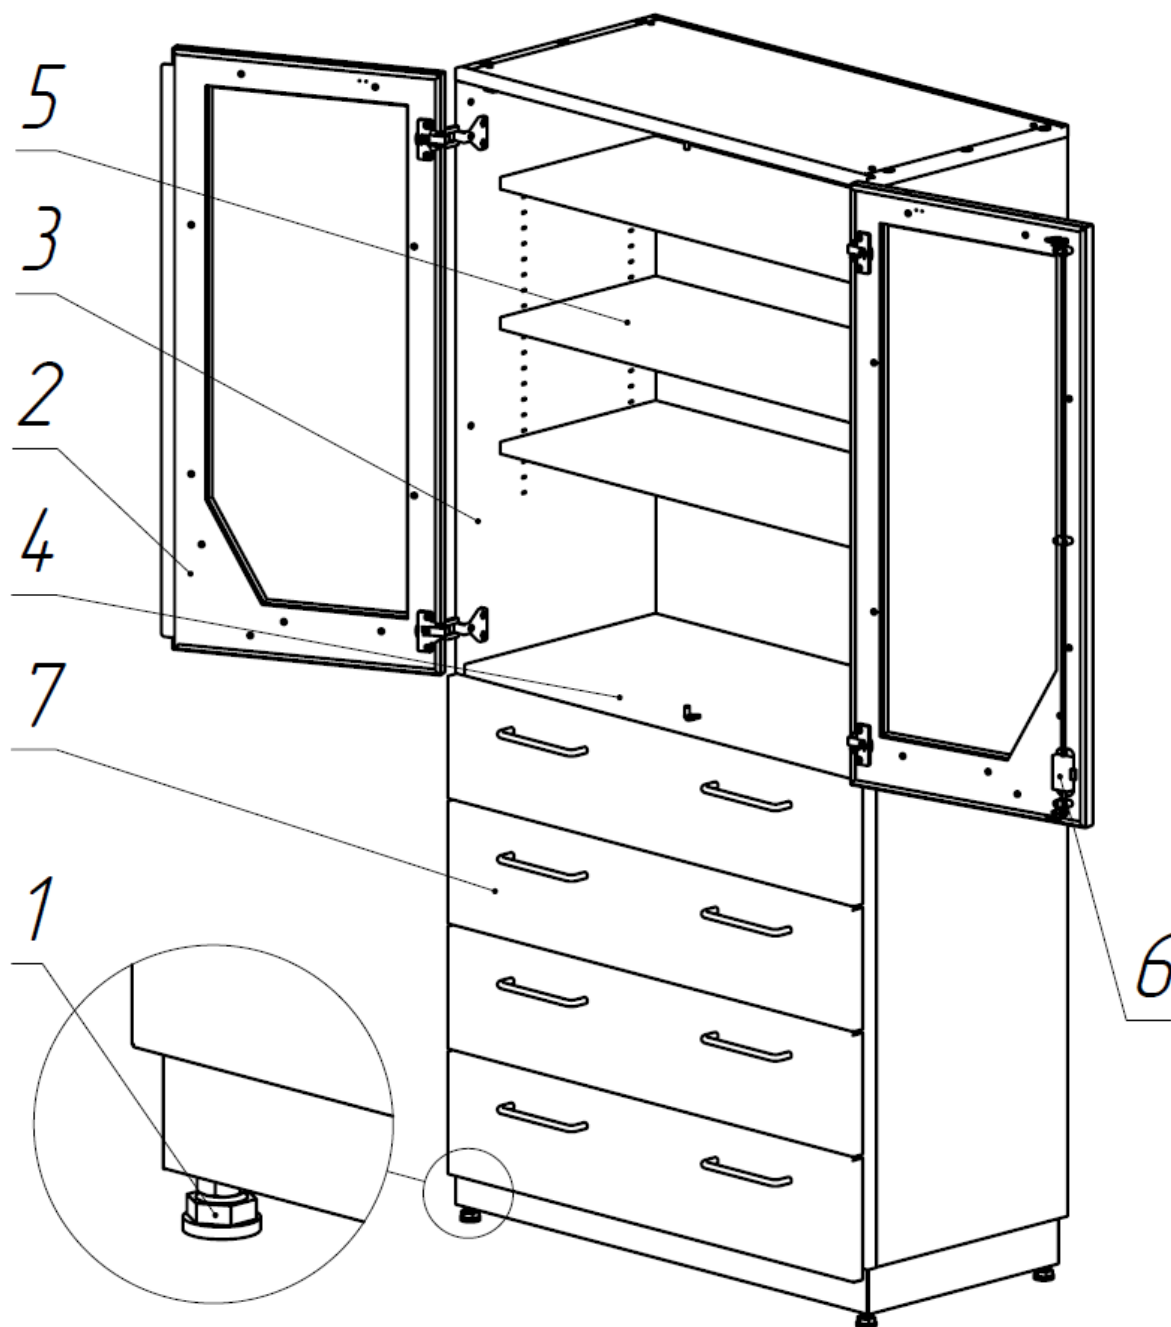
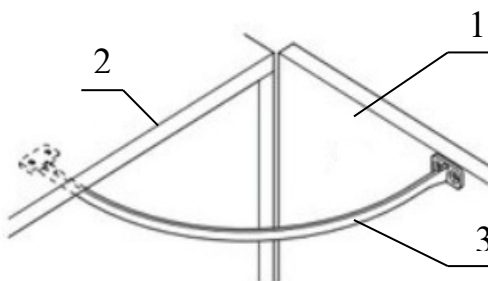

Рисунок 1. Шкаф медицинский МШ-2-07.
Рис. 3. Установка ограничителя раскрытия двери.
Двери 2 и боковые панели шкафа 3 изготовлены из двухсторонних металлических панелей (Рисунок 1). Металлическая усиленная полка 4 жестко закреплена на панелях 3. Металлические регулируемые полки 5 установлены на переставляемых полкодержателях (Рисунок 3). Шкаф имеет выдвижные ящики 7. На двери шкафа имеется замок 6 для замыкания в закрытом положении. Шкаф имеет опоры 1, регулируемые по высоте для обеспечения устойчивости.
3. Отрегулируйте опоры, обеспечив устойчивость шкафа на поверхности пола (Рисунок 1).
5. Установите ограничители раскрытия дверей, обеспечив необходимый угол открытия двери (при необходимости) (Рисунок 3).